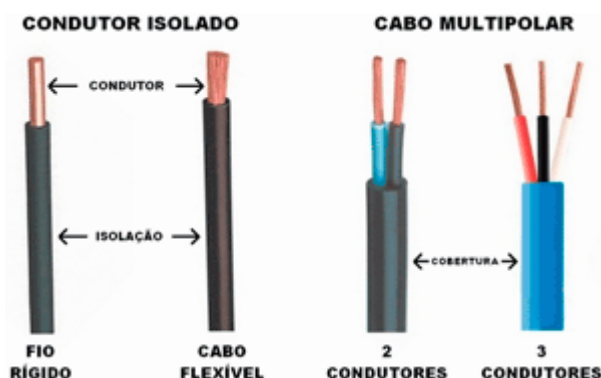

Figura 01 – Condutores Elétricos
- **Sólido:** Condutor elétrico, figura 01, que está no estado sólido são os metais, os quais possuem características onde os elétrons em sua estrutura são livres, e são ligados ao núcleo do átomo de forma muito fraca, dessa maneira os metais têm tendência a doar elétrons, assim permitindo o espalhamento muito rápido de energia.